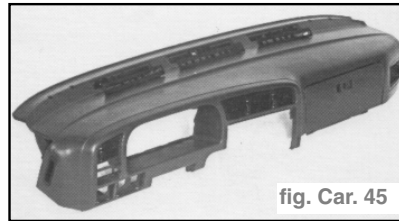

fig. Car. 45
- Enlever le tableau de bord. (fig. Car. 45)